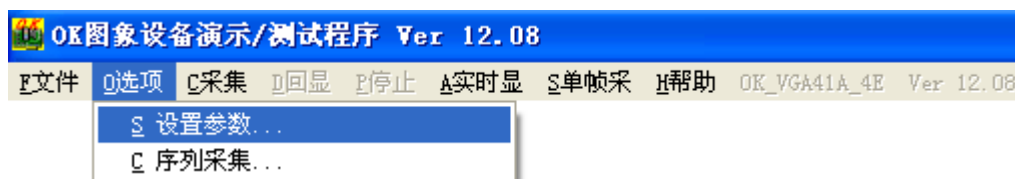

图 5
4. 打开“选项”菜单下的“设置参数”选项，如图 5 所示，会弹出设置参数对话框，如图 6 所示。